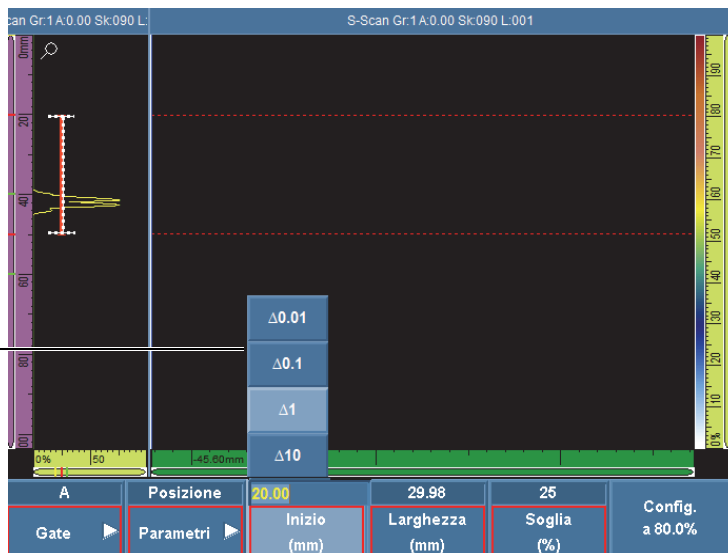
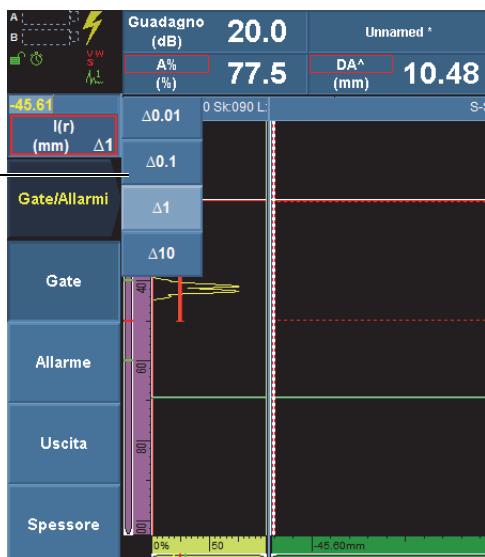

Figura 2 Elenco degli incrementi dei parametri
Figura 3 Elenco degli incrementi del pulsante popup
- **Per modificare un valore numerico incrementale (Δ)**, cliccare una volta sul parametro per attivare la modalità Modifica, cliccare con il tasto destro del mouse sul parametro numerico e, nell'elenco, selezionare l'incremento desiderato (vedere Figura 2 a pagina 4). L'elenco degli incrementi sono inoltre disponibili per i pulsanti popup (vedere Figura 3 a pagina 4).